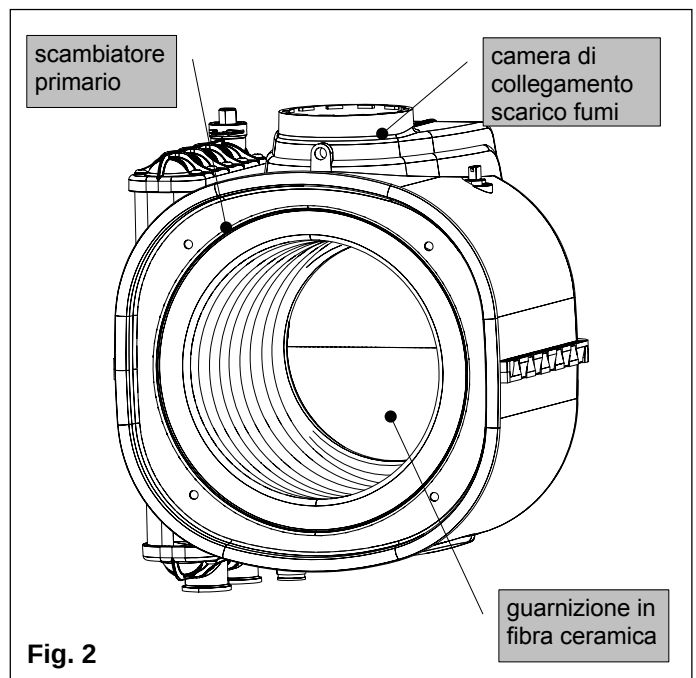

Fig. 2
- pulire lo scambiatore (fig. 2) con detergente domestico per acciaio inox distribuendo il prodotto sulle spire dello scambiatore con un pennello, evitando di bagnare i rivestimenti in fibra ceramica. Dopo qualche minuto, rimuovere i depositi con spazzola non metallica e successivamente eliminare i residui con acqua corrente;